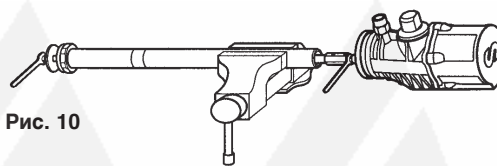

Рис. 10
4. Вставить трубный ключ в проточку в нижней части пневмопоршня, отвернуть гайку (41) и снять шайбу (40) (рис. 10).